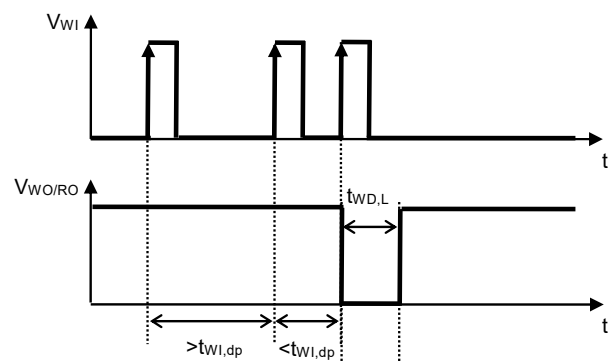

图10 看门狗双脉冲检测时间
- \*3. 从看门狗定时器开始进行触发信号检测后，在 $t_{WI,dp}$ 期间再次检测到触发，到WO / RO端子输出变化为 "L" 为止的时间 (参阅图10)。此值可以通过 $C_{DLY}$ 的电容值进行更改。